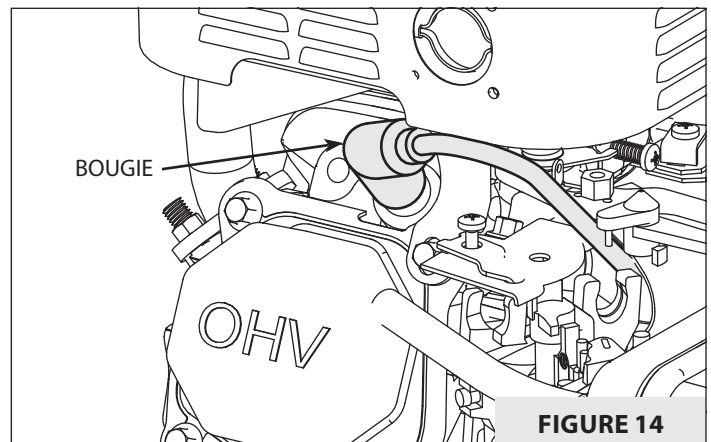

FIGURE 14
1. Débrancher le câble de bougie et l'attacher à l'écart de la bougie. **VOIR FIGURE 14** (à la page 19).
VOIR FIGURE 14.